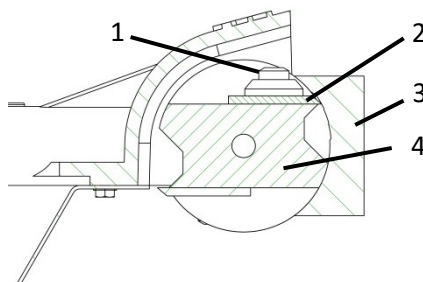

Fig. 11 : Réglage du couteau
- > Desserrez la vis du couteau (**2** - Fig. 11).
- > Poussez la lame (**2** - Fig. 11) complètement en arrière.
- > Placez la jauge à couteaux (**3** - Fig. 11) sur le cylindre (**4** - Fig. 11) de manière à ce qu'elle repose sur les deux surfaces d'appui du cylindre en haut et en bas.